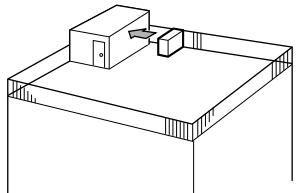

Fig. 2-3
- (1) Τοποθετήστε τη μονάδα ώστε το στόμιο εξαγωγής του αέρα να είναι στραμμένο προς τον πλαισίστερο διαθέσιμο τοίχο και να απέχει περίπου 50 εκατοστά. (Fig. 2-3)